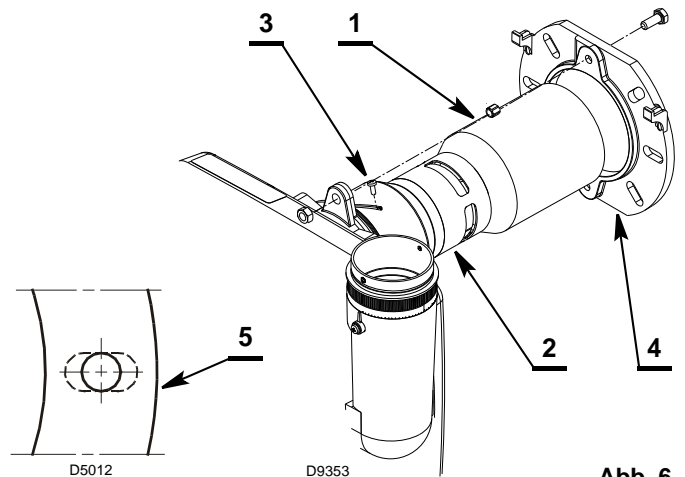

Abb. 6
- Das Flammrohr 1) (Abb. 6) an die Flammkopfguppe (2) montieren.
- Die Schraube und die beiden Muttern am Flansch 4) (Abb. 6) montieren.
- Falls nötig, die Bohrungen an der Isolierdichtung 5) (Abb. 6) vergrößern, diese dabei aber nicht beschädigen.